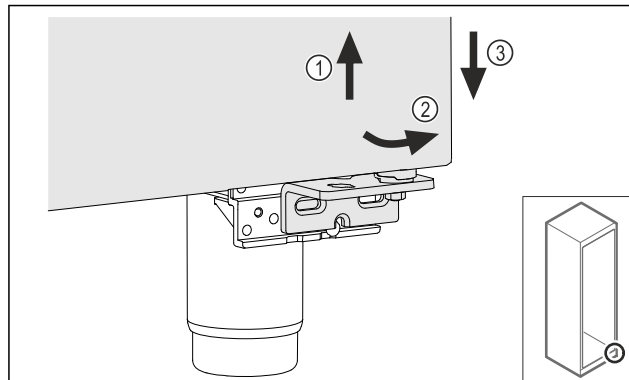

Fig. 21
- ▶ Повдигнете леко вратата Fig. 21 (1), наведете я отдолу напред Fig. 21 (2) и я спуснете Fig. 21 (3).